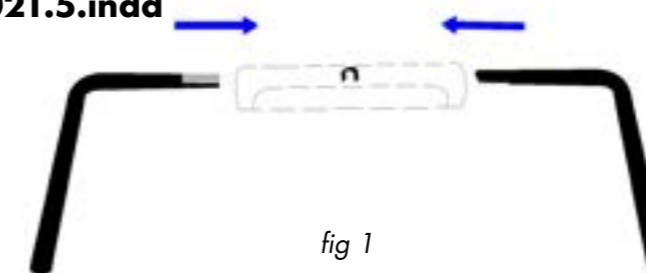

fig 1
Paso 3: introduce las varillas metálicas en las bocas del asa de elevación. Sus formas están hechas para encajar a la perfección: comprueba que están en la dirección correcta. Las partes perforadas de las varillas se introducen en la barbacoa (fig. 1).